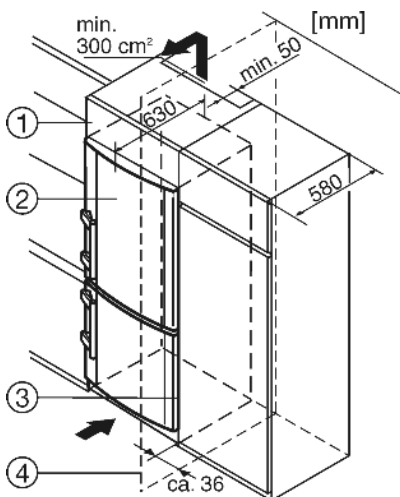

Fig. 9
- (1) Дополнительный шкафчик
- (2) Устройство
- (3) Кухонный шкаф
- (4) Стенка
Устройство может быть окружено предметами кухонной обстановки. Чтобы уравнять устройство *Fig. 9 (2)* по высоте с кухонной стенкой, можно установить над устройством соответствующий дополнительный шкафчик *Fig. 9 (1)*.
При комбинировании с обычными кухонными шкафами (глубина макс. 580 мм) устройство можно установить непосредственно рядом с кухонным шкафом *Fig. 9 (3)*. Дверца устройства выступает по сторонам на 34 мм и по центру устройства на 50 мм относительно передней стенки кухонного шкафа. Поэтому ее можно свободно открывать и закрывать.
Если устройство установлено на шарнирах у стены *Fig. 9 (4)*, то расстояние между устройством и стеной должно быть не менее 36 мм. Настолько выступает ручка при открытой дверце.